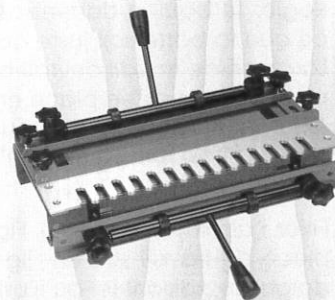

Fig. 1
1. Vissez la poignée arrière (A, Fig. 1) dans la tige de la serre (B, Fig. 1). La poignée arrière devrait être assemblée avec le came (C, Fig. 1) vers le haut tel qu'illustré à la (Fig.1). Ceci vous permettra de pousser la poignée vers le bas pour verrouiller la pièce de travail dans le gabarit.
2. Vissez la poignée avant (D, Fig. 1) dans la tige de la serre (E, Fig. 1). La poignée avant devrait être assemblée avec le came (F, Fig. 1) vers le bas tel qu'illustré à la (Fig.1). Ceci vous permettra de pousser la poignée vers le bas pour verrouiller la pièce de travail dans le gabarit.